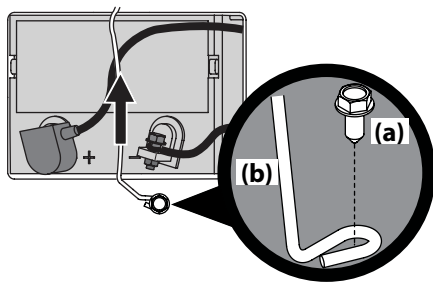

Figura 4-8
1. Extraiga el tornillo de cabeza hexagonal con arandela (a) que sujeta el soporte de sujeción de la batería al marco (b). Luego levante el soporte de sujeción (b) de la batería para liberar la batería. Vea la Figura 4-8.